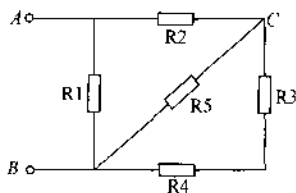

图 1—10 混联电路
(3) 电阻的混联电路。既有电阻串联又有电阻并联的电路叫电阻的混联, 如图 1—10 所示。